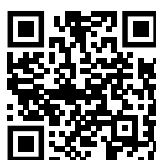

Fig. 184
- Öffnen Sie das Liebherr SmartMonitoring Dashboard. (siehe Fig. 184)